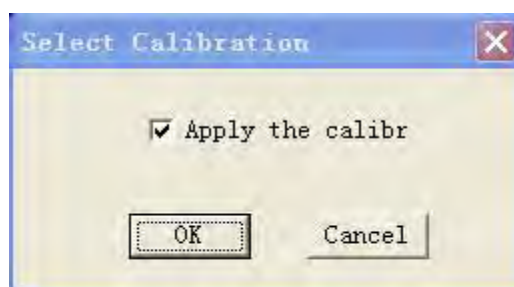

Figure 12-23
- (2) Cliquer sur « OK ». La boîte de dialogue de la Figure 12-23 s'ouvre. Sélectionner « Apply the calibration » (Appliquer l'étalonnage) et cliquer sur « OK ».